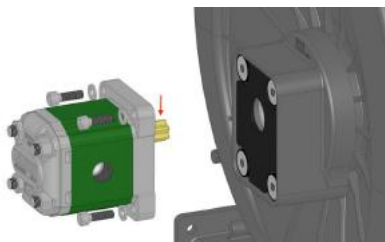

FIGURE 7
- Dévisser les 4 vis de fixation à tête cylindrique M6 du moteur et l'extraire axialement (FIGURE 7) ;